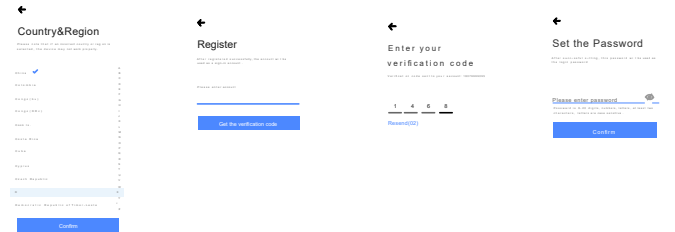

Abbildung 2.4
- b) Nachdem Sie der Benutzervereinbarung und der Datenschutzrichtlinie zugestimmt haben, rufen Sie die Registrierungsseite auf, wie in Abbildung 2.4 gezeigt, wählen Sie Land und Region aus und klicken Sie auf „Bestätigen“.